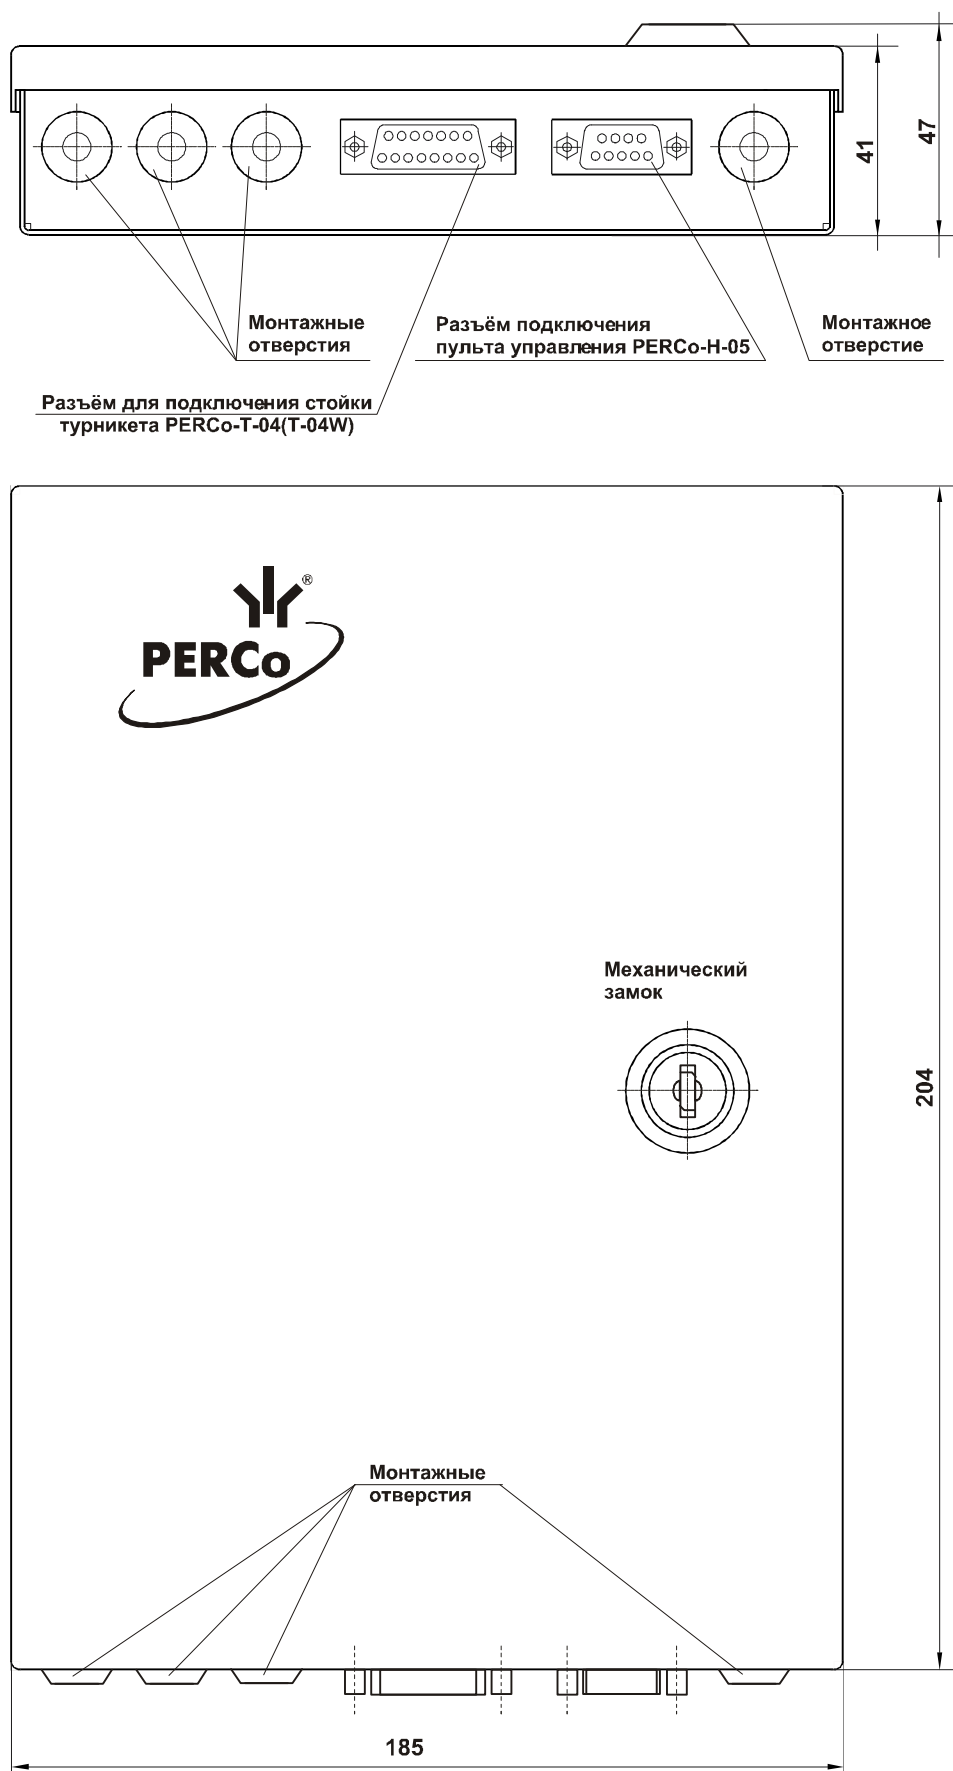

Рис. 3. Контроллер PERCo-SC-601T
5.2.5. Контроллер (см. рис. 3) выполнен в виде отдельного прибора в закрытом металлическом корпусе, конструкция которого предусматривает настенное крепление. В корпусе находится плата контроллера турникета. Крышка контроллера закрывается на замок.